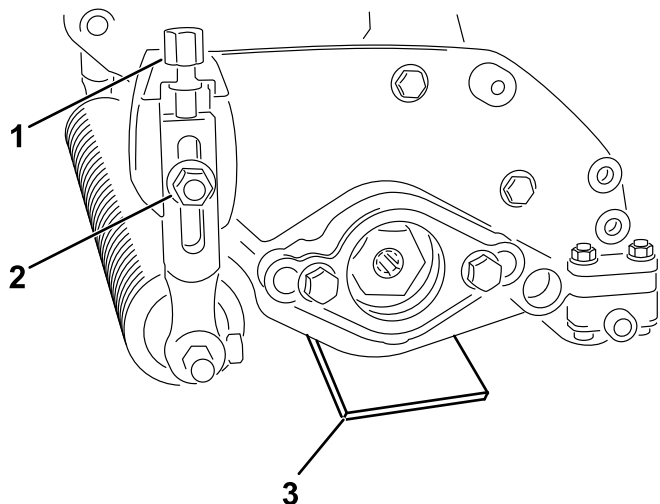

図 8
4. サッチャーの端部が左右共にテーブル面に接触し、そうになるように、刈高設定の調整を行う図 8。
2. 希望する高さ表面からの刃の高さにゲージバーを設定し、このゲージバーをサッチングユニットの左右の端部に当てる図 8。
3. 後ローラを平らな面に接触させた状態で、左右のフランジナットをゆるめる図 8。